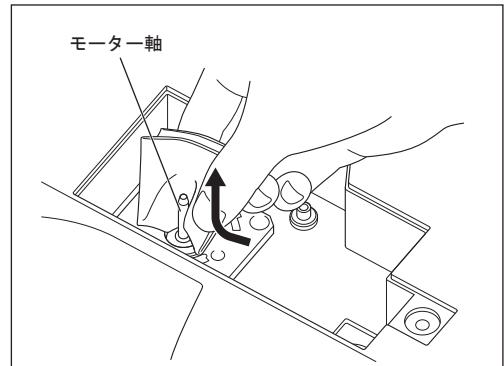

図58
- ・モーター軸の汚れや水分を拭き取る際は、根元から拭きあげてください（図58）。